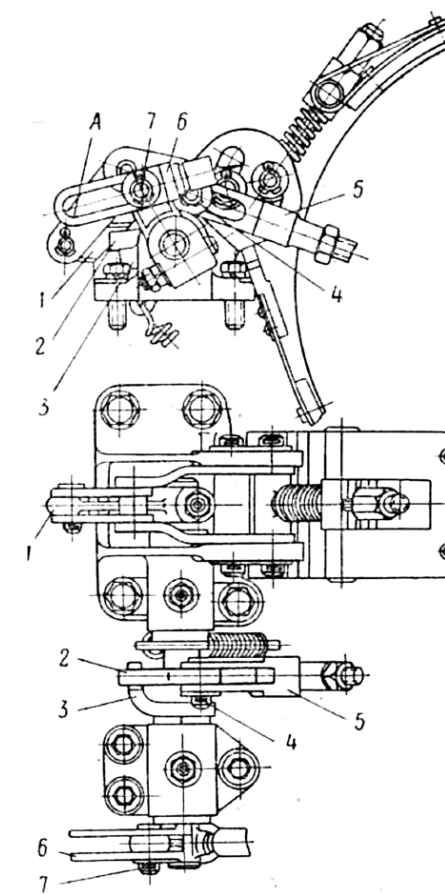

Рис. 34. Схема регулировки привода остановочных тормозов транспортера-тягача МТ-Л:
2. Отрегулировать положение вилки 5 (рис. 34) тяги тормозной камеры, свинчивая ее или навинчивая на тягу так, чтобы палец 4 упирался в верхний торец прорези вилки. При этом рычаг 1 остановочного тормоза должен находиться в горизонтальном положении.